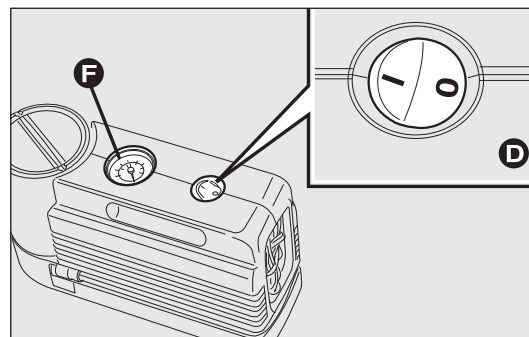
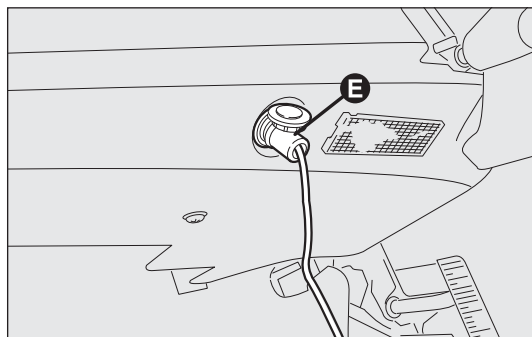

fig. 153
fig. 154
- ☐ s'assurer que l'interrupteur D-fig. 153 du compresseur est en position 0 (éteint), démarrer le moteur, insérer la goupille E-fig. 154 dans la prise de courant et actionner le compresseur en plaçant l'interrupteur D-fig. 153 en position I (allumé). Gonfler le pneu à la pression indiquée dans le paragraphe « Pression de gonflage » du chapitre « Caractéristiques techniques ».
Pour plus de précision dans la lecture, il est préférable de vérifier la valeur de la pression sur le manomètre F-fig. 153 avec le compresseur éteint ;